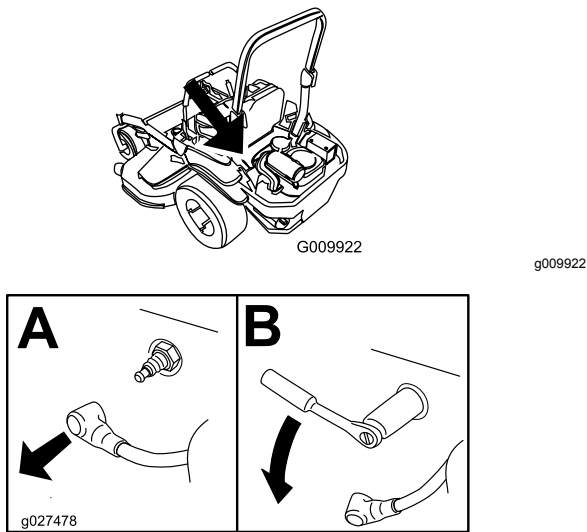

Figura 52
4. Localice y retire la(s) bujía(s), como se muestra en la **Figura 52**.